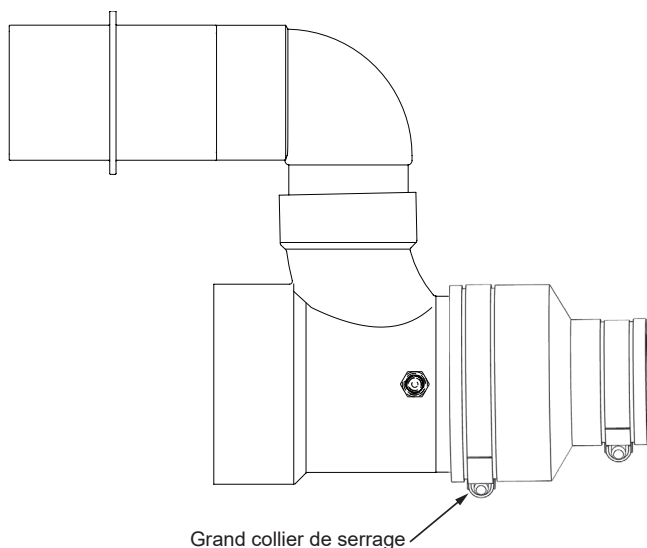

Figure 29. Raccord en té d'admission d'air - Vue de côté
3. Desserrer le grand collier de serrage sur l'accouplement Fernco qui raccorde le tuyau de raccordement d'admission d'air au souffleur de combustion. Voir **Figure 29** (page 35).